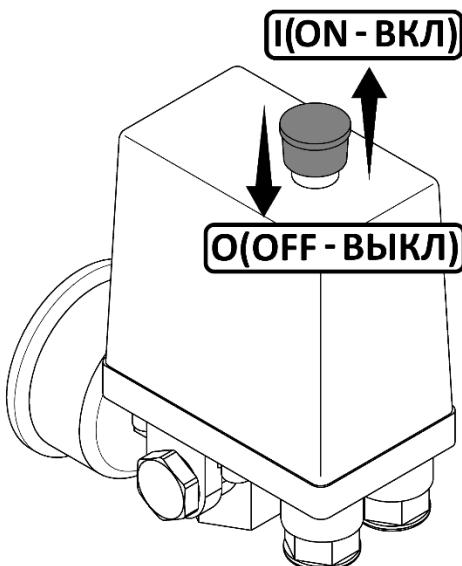

Рисунок 6
- Проверьте, чтобы выключатель на реле давления находился в выключенном положении "О" (рисунок 6).
- Включите компрессор выключателем на реле давления и сразу же выключите. Для этого необходимо переключить выключатель в положение "I" (рисунок 6). Кнопка выключателя имеет фиксированные положения
- Переключите выключатель на прессостате в положение "**O**" или "**OFF**", в зависимости от исполнения (рисунок 6).